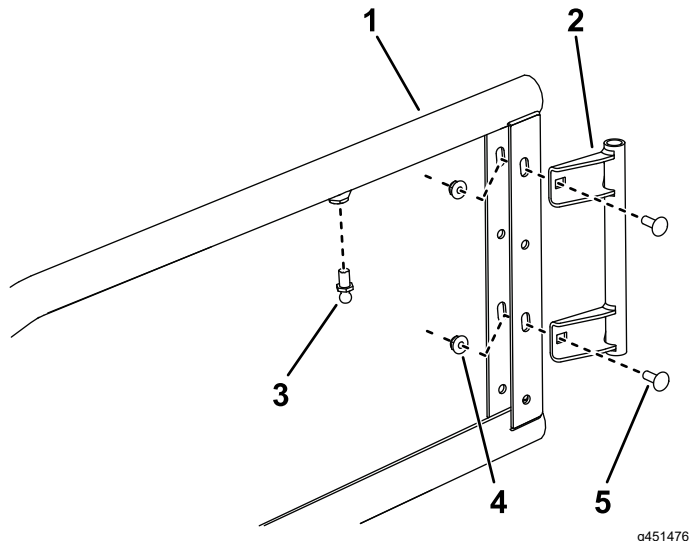

Figura 3
1. Prenda, sem apertar totalmente, a articulação da porta na ranhura da estrutura da porta utilizando dois parafusos de carroçaria e as porcas de bloqueio como mostrado na Figura 3.
2. Instale uma cavilha na estrutura da porta como mostrado na Figura 3; aperte-a com 10 a 12 N·m.